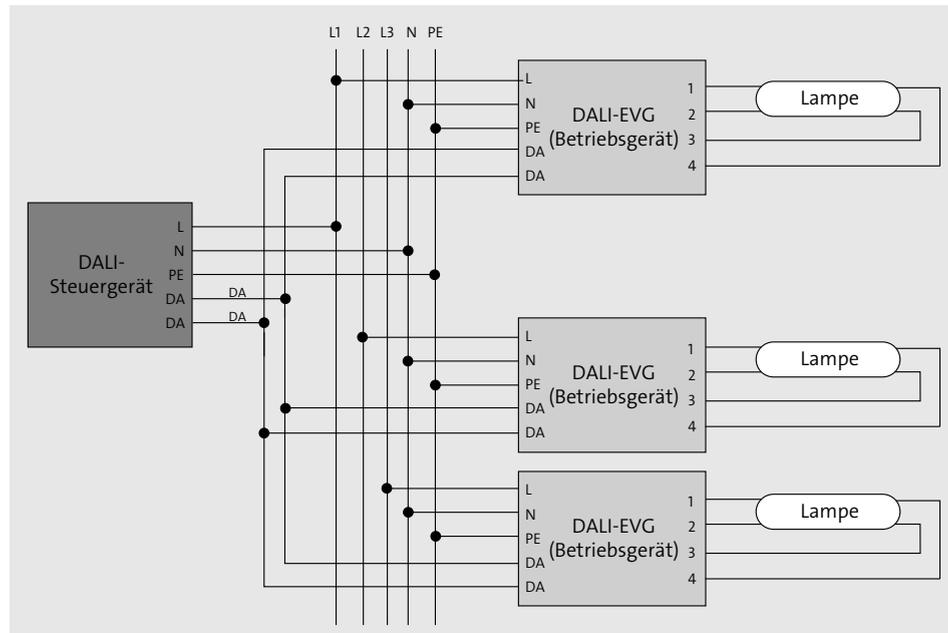

Abbildung 9.2 DALI-Anschlusschema
Das folgende beispielhafte Anschlusschema (siehe Abbildung 9.2) verdeutlicht die flexible Art und Weise der DALI-Verdrahtung. Das Steuergerät wird mit einer beliebigen Phase (in unserem Fall L1) versorgt und stellt die beiden DALI-Steuerleitungen (DA) zur Verfügung, die in beliebiger Polarität an alle Betriebsgeräte geführt werden (EVGs). Jedes EVG wird wiederum mit einer beliebigen Phase, die nicht diejenige des Steuergeräts sein muss, verbunden.